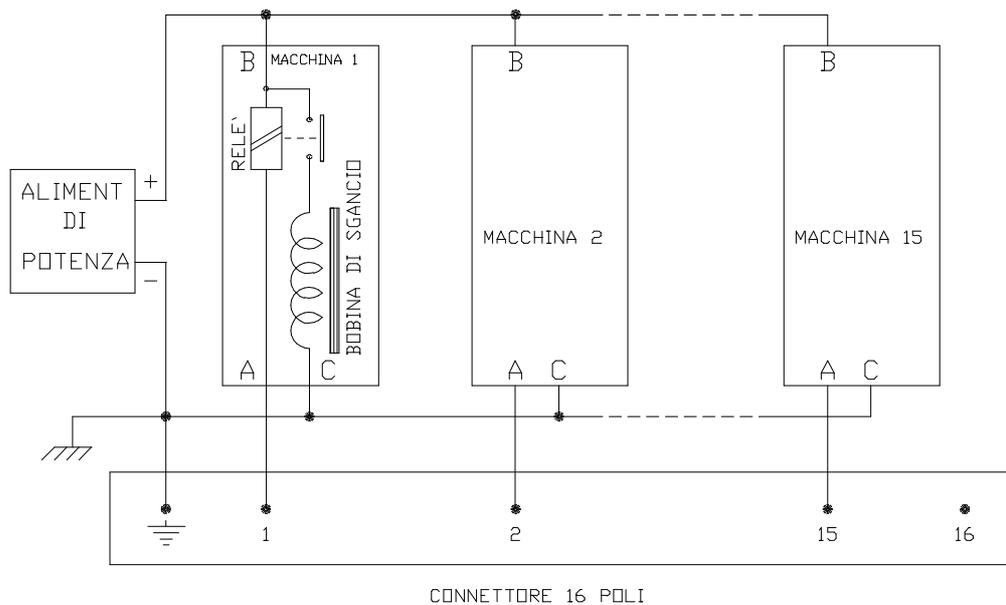
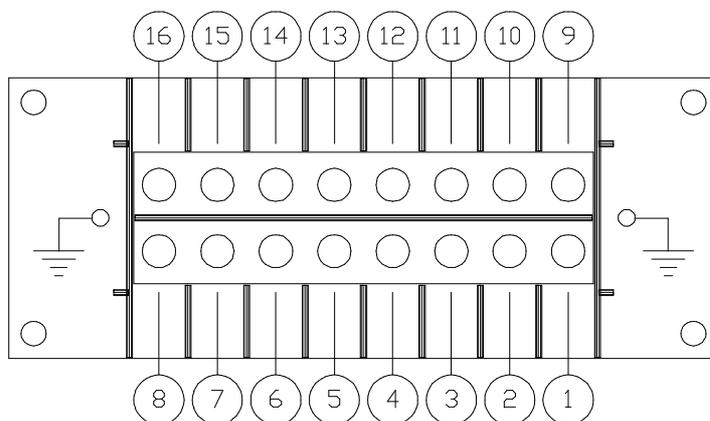

Figura 6
Figura 7
Tuttavia nei casi di impianti preesistenti dove i relè non hanno la bobina separata dai contatti o risulta impossibile portare il comune delle bobine dei relè al sequenziatore, si deve predisporre l'impianto come lo schema di Figura 6.
**N.B.** Nel caso venga utilizzato lo schema di Figura 6 è indispensabile effettuare il collegamento del negativo dell'alimentatore di potenza al morsetto di massa del connettore ilme 16 poli raffigurato in Figura 7